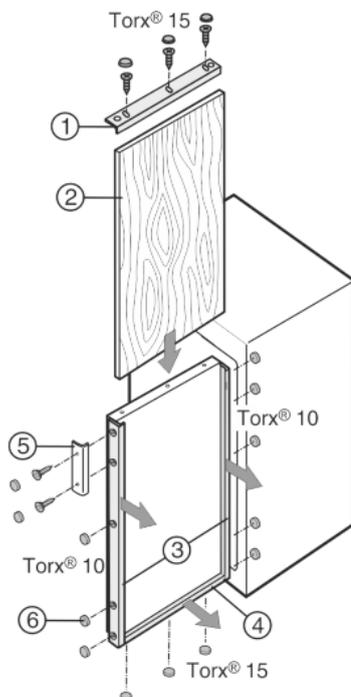

Fig. 39
- ▶ Dévisser les cadres d'habillage Fig. 39 (1) en haut.
- ▶ Sur les autres cadres d'habillage Fig. 39 (3, 4), ne dévisser que les vis et tirer les cadres d'habillage vers l'avant.
- ▶ Insérer le panneau décor Fig. 39 (2).
- ▶ Repousser et revisser les cadres d'habillage Fig. 39 (3, 4).
- ▶ Revisser les cadres d'habillage Fig. 39 (1) en haut.
- ▶ Visser la poignée Fig. 39 (5).
- ▶ Clipser les caches Fig. 39 (6) sur toutes les tête de vis.